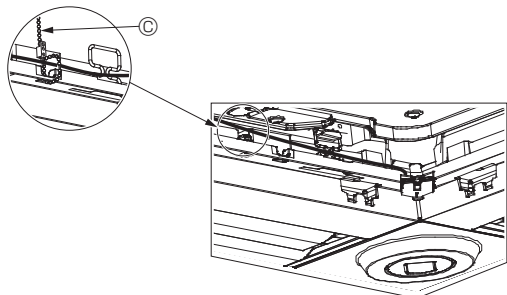

Fig. 5-13
- Fixez les fils du capteur i-See et du récepteur de signal au panneau à l'aide des fixations, comme indiqué sur le schéma, de sorte qu'il n'y ait pas de mou au niveau des fils, puis coupez le fil qui dépasse aux extrémités de la fixation. (Fig. 5-13)
- Si la position du capteur i-See a été permutée de la position "o" (E) à la position "□" (F), changez le paramétrage des commutateurs. (Voir page 9.)